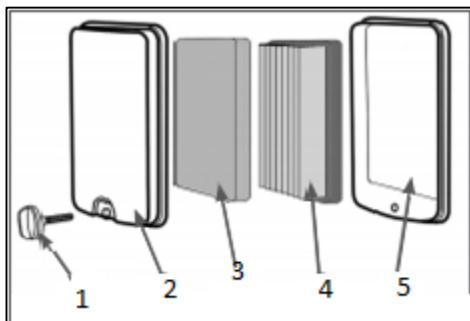

Рис. 20 Обслуживание воздушного фильтра Т-50
Открутите болт 1 и снимите крышку 2 воздушного фильтра (Рис. 20)
Извлеките предварительный поролоновый 3 и основной бумажный 4 фильтрующие элементы (Рис. 20).
7. При незначительном загрязнении промойте предварительный поролоновый фильтрующий элемент 3 (Рис. 20) теплым мыльным раствором и просушите. Поврежденный или сильно загрязненный поролоновый фильтрующий элемент замените.
ВНИМАНИЕ! Бумажный фильтрующий элемент 4 (Рис. 20) не подлежит очистке, необходима его замена. Не продувайте основной бумажный фильтрующий элемент сжатым воздухом, не промывайте его в бензине и других растворителях. Эксплуатация двигателя с грязными или поврежденными фильтрующими элементами, или без фильтрующих элементов приведет к попаданию грязи и пыли в карбюратор и двигатель, что в свою очередь, станет причиной его быстрого износа. Двигатель в этом случае не подлежит ремонту по гарантии.
8. Произведите очистку крышки 2 и корпуса 5 воздушного фильтра (Рис. 20). Установите на место фильтрующие элементы. Установите крышку воздушного фильтра и зафиксируйте ее винтом 1 (Рис. 20).